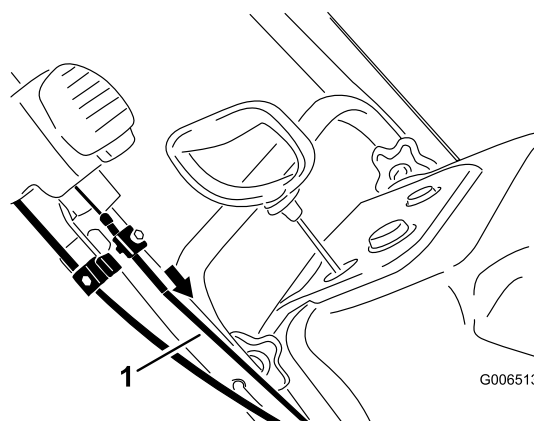

Рисунок 43
5. Потяните вперед оболочку верхнего троса так, чтобы устранить провисание троса, и затем надежно затяните винт зажима верхнего троса (Рисунок 43).